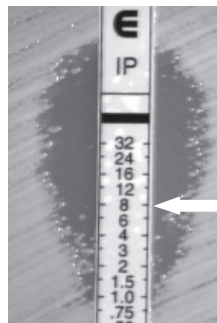

Рис. 21. Изолированные колонии на карбапенемы могут представлять резистентные субпопуляции, например, KPC. МИК 8 µг/мл.
- При наличии макроколоний в пределах эллипса ингибирования при тестировании бактерицидных препаратов снимайте отметки всех макроколоний в диапазоне 1—3 мм от тест-полоски (см. **ИНСТРУКЦИЮ ПО УЧЕТУ РЕЗУЛЬТАТОВ ETEST**, рис. 21).